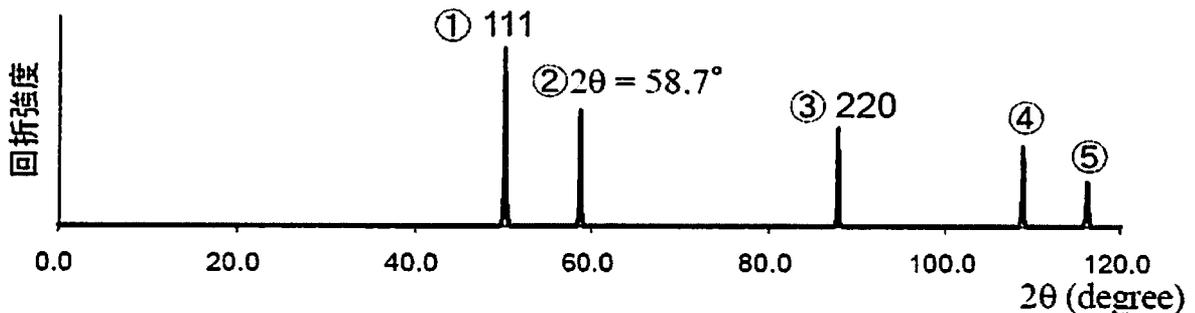

図 2-1 均一化後、急冷した A : B の原子比が 3:1 の立方晶二元合金の粉末 X 線回折図形
問 1. A : B の原子比が 3:1 の合金を高温で均一化処理を行い、その後急冷した試料について、粉末 X 線回折を行ったところ、図 2-1 の回折図形が得られた。2 $\theta$  が小さい方から最初の 5 つのピーク (①~⑤) について、指数付けされていない②, ④, ⑤のピークの指数を答えなさい。
問 3. A : B の原子比が 3:1 より少し A に富んだ試料の粉末 X 線回折図形のピーク位置は、図 2-1 に比べ全体的に低角度側に移動した。原子を剛体球と考えるとき、A と B の原子ではどちらが大きいと考えられるか、理由とともに答えなさい。
問 4. 高温その場 X 線回折を行ったところ、図 2-1 の各ピークの出現位置は全体的に移動した。その移動方向を理由とともに答えなさい。